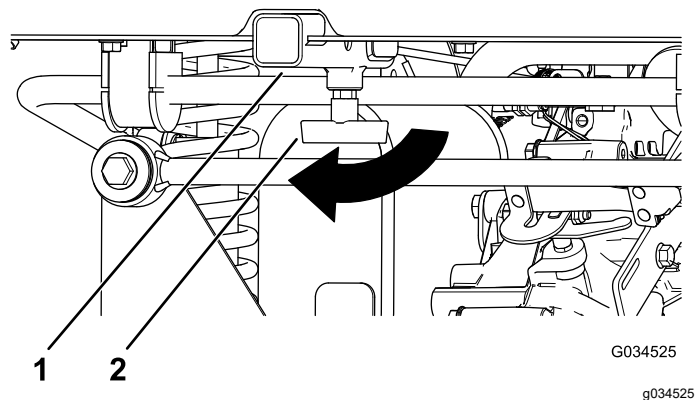

Bild 19
1. Drehen Sie den T-Bügel nach rechts, um ihn zu lösen (**Bild 19**).
2. Setzen Sie das Zubehör in die Aufnahme, bis die Löcher ausgefluchtet sind (**Bild 19**).